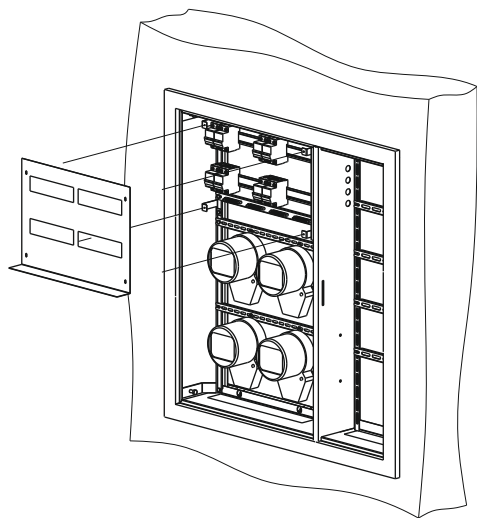

Рисунок 14
6.3 Установите Панель оперативную на Кронштейны с помощью винта резьбовыдавливающего М4х8 (рисунок 14).